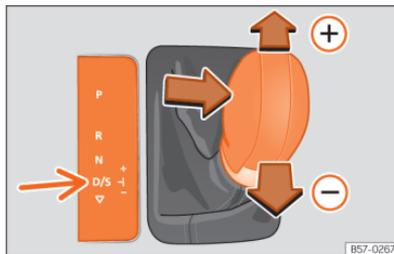

Fig. 88 Alavanca seletora na posição Tiptronic
- Empurre a alavanca para a frente (+) ou para trás (-) para engrenar uma mudança mais alta ou mais baixa >>> Fig. 88.